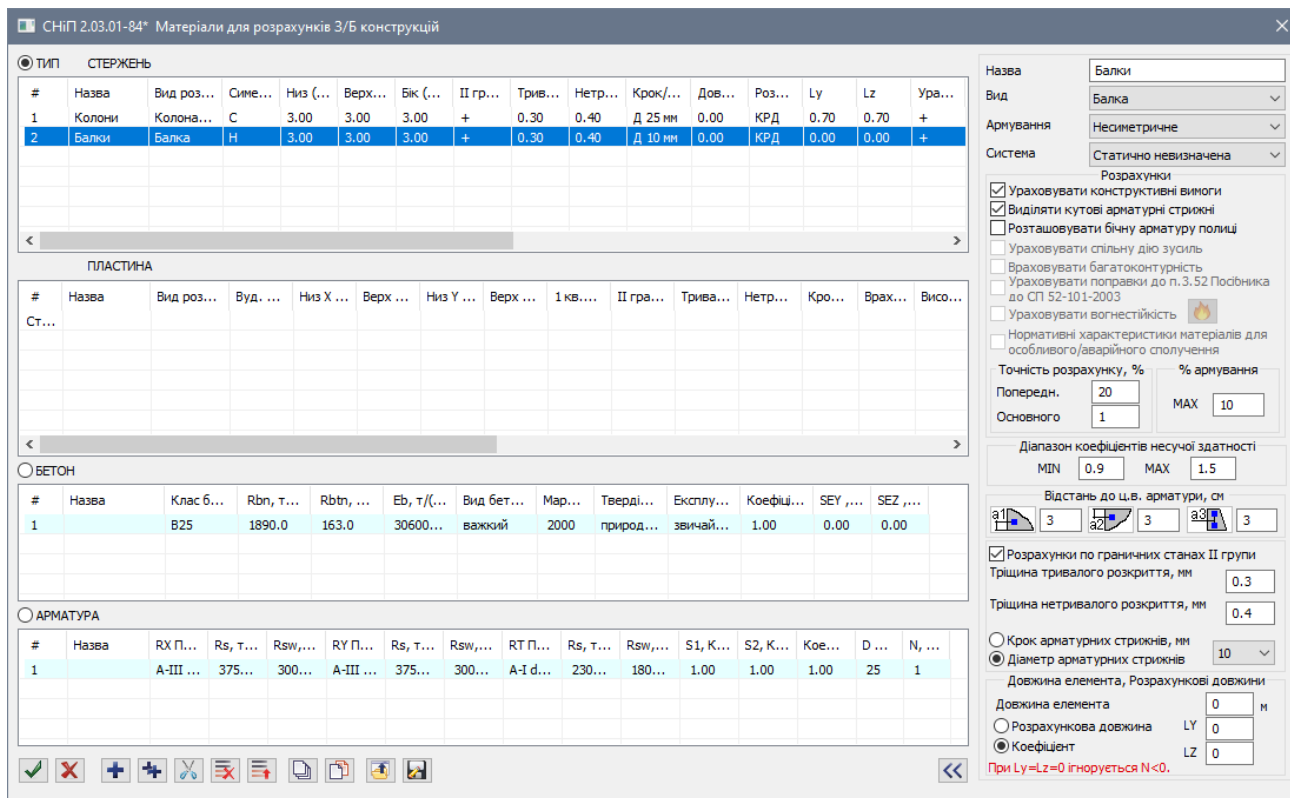

Рис. 1.11. Діалогове вікно **Матеріали для розрахунку З/Б конструкцій**
- На екран виводиться діалогове вікно **Матеріали для розрахунків З/Б конструкцій** (рис. 1.11), в якому виберіть перший рядок в списку **ТИП: СТЕРЖЕНЬ** і після цього в правій частині вікна задайте наступні параметри для колон: